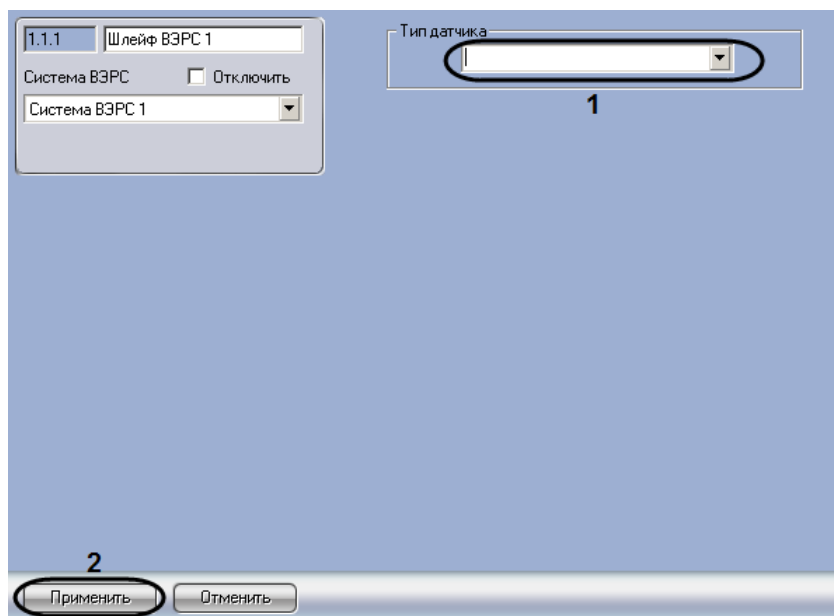

Рис. 3.5—2 Настройка шлейфа ОПС ВЭРС-ПК24мм
2. Из раскрывающегося списка **Тип датчика** выбрать тип установленного на шлейфе датчика (см. Рис. 3.5—2, **1**).
3. Нажать на кнопку **Применить** (см. Рис. 3.5—2, **2**).